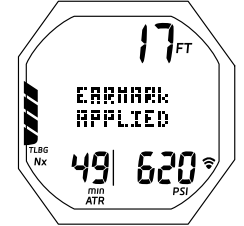

Fig. 78B - PRINCIPAL PARADA DE SEGURIDAD (mostrada por 3 segundos)
- Pulse el botón M (< 2 seg) para aplicar una marca a la captura de imagen de los datos de PCI registrados en ese momento. *Se mostrarán los mensajes EARMARK APPLIED en lugar del tiempo/profundidad de la parada durante 3 segundos (Fig. 78B).*
- Pulse el botón M (< 2 seg) para aplicar una marca a la captura de imagen de los datos de PCI registrados en ese momento. *Se mostrarán los mensajes EARMARK APPLIED en lugar del temporizador de la parada durante 3 segundos (similar a la Fig. 78B).*